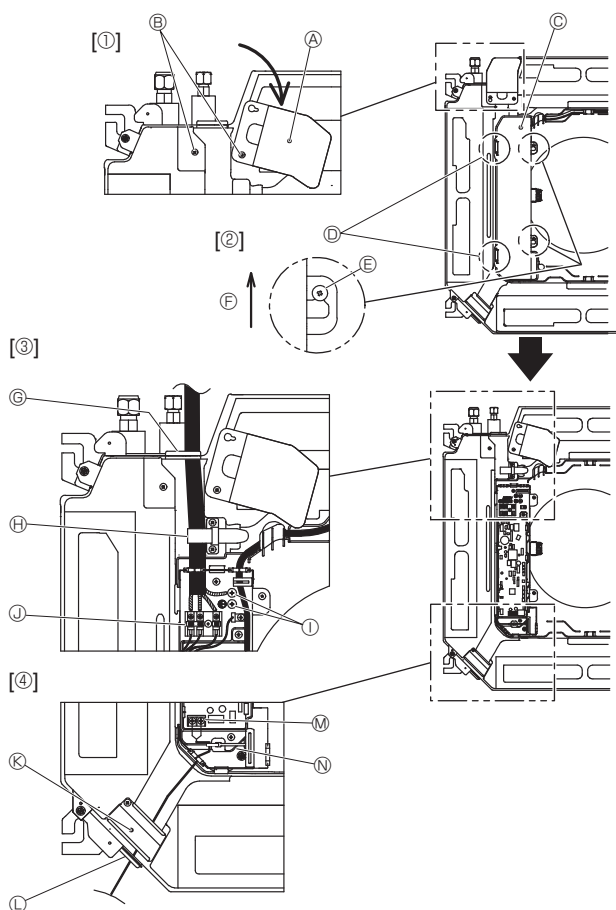
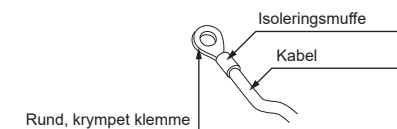
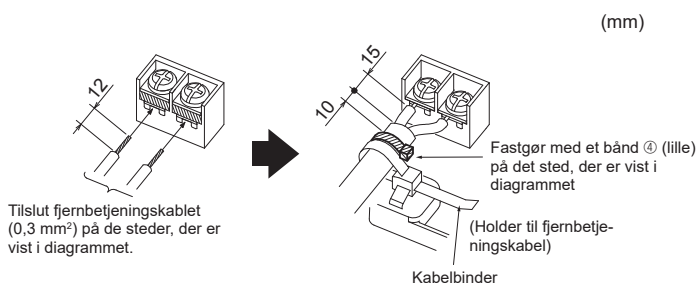

Fig. 6-1
Fig. 6-2
Fig. 6-3
6.1. Indendørs enhed (Fig. 6-1)
1. Løsn de to skruer, der holder servicepanelet til elektrisk ledningsføring fast, og vend derefter servicepanelet til elektrisk ledningsføring. [Fig. 6-1 ①]
2. Løsn de to skruer, der holder dækslet over el-boksen fast, og skub derefter dækslet af. [Fig. 6-1 ②]
3. Før strømkablet, indendørs-/udendørsenhedens tilslutningskabel og jordforbindelseskablet gennem åbningerne til ledningsføring, som vist i diagrammet. [Fig. 6-1 ③] Sæt den kappeklædte del af strømkablet og indendørs-/udendørsenhedens tilslutningskabel i eldåsen. Brug runde, krympede klemmer til klembrættet til indendørs-/udendørsenheden og det valgfrie strømforsyningsklemmesæt. [Fig. 6-2] Se Fig. 6-3 til 6-6, hvis du ikke kan bruge runde, krympede terminaler. Se 6.1.1. og 6.1.2. for at få flere oplysninger om forbindelsen.
4. Før fjernbetjenings styrekabel gennem de respektive åbninger til ledningsføring som vist i diagrammet. [Fig. 6-1 ④, Fig. 6-3] Se 6.1.1. og 6.1.2. for at få flere oplysninger om forbindelsen.